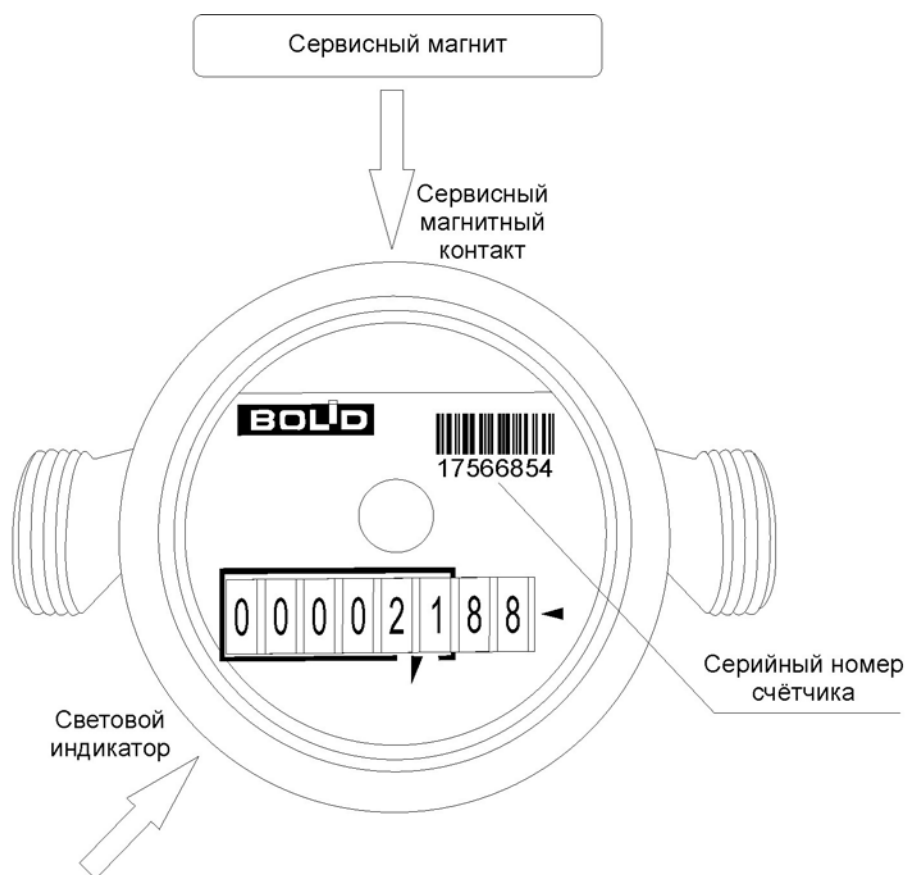
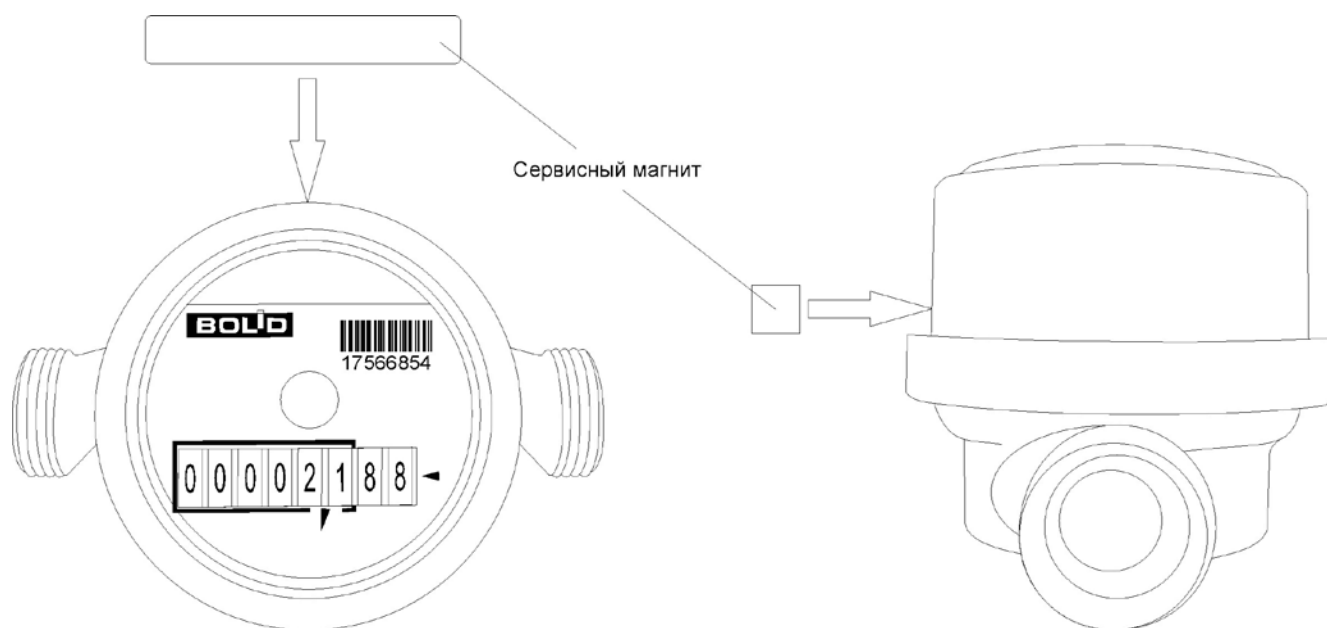

Рисунок 11-27
Рисунок 11-28
Воздействие на сервисный контакт осуществляется посредством поднесения сервисного магнита, входящего в комплект поставки, к корпусу счётчика в указанной области. Магнит следует подносить к основанию пластикового корпуса счётчика со стороны верхнего края лицевой панели, выше пломбировочного пояса (см. Рисунок 11.28).
*После подключения к АРР32 настройку АСП1 следует производить при 15-ти секундном режиме опроса (в режиме настройки). Для перехода в этот режим следует запустить «Конфигуратор С2000Р» (см. Раздел 8) и кратковременно поднести магнит к корпусу счётчика со стороны сервисного магнитного контакта (см. Рисунок 11.27, Рисунок 11.28).*
Тест качества связи запускается посредством кратковременного поднесения сервисного магнита к сервисному контакту АСП1 (см. Рисунок 11.27, Рисунок 11.28).